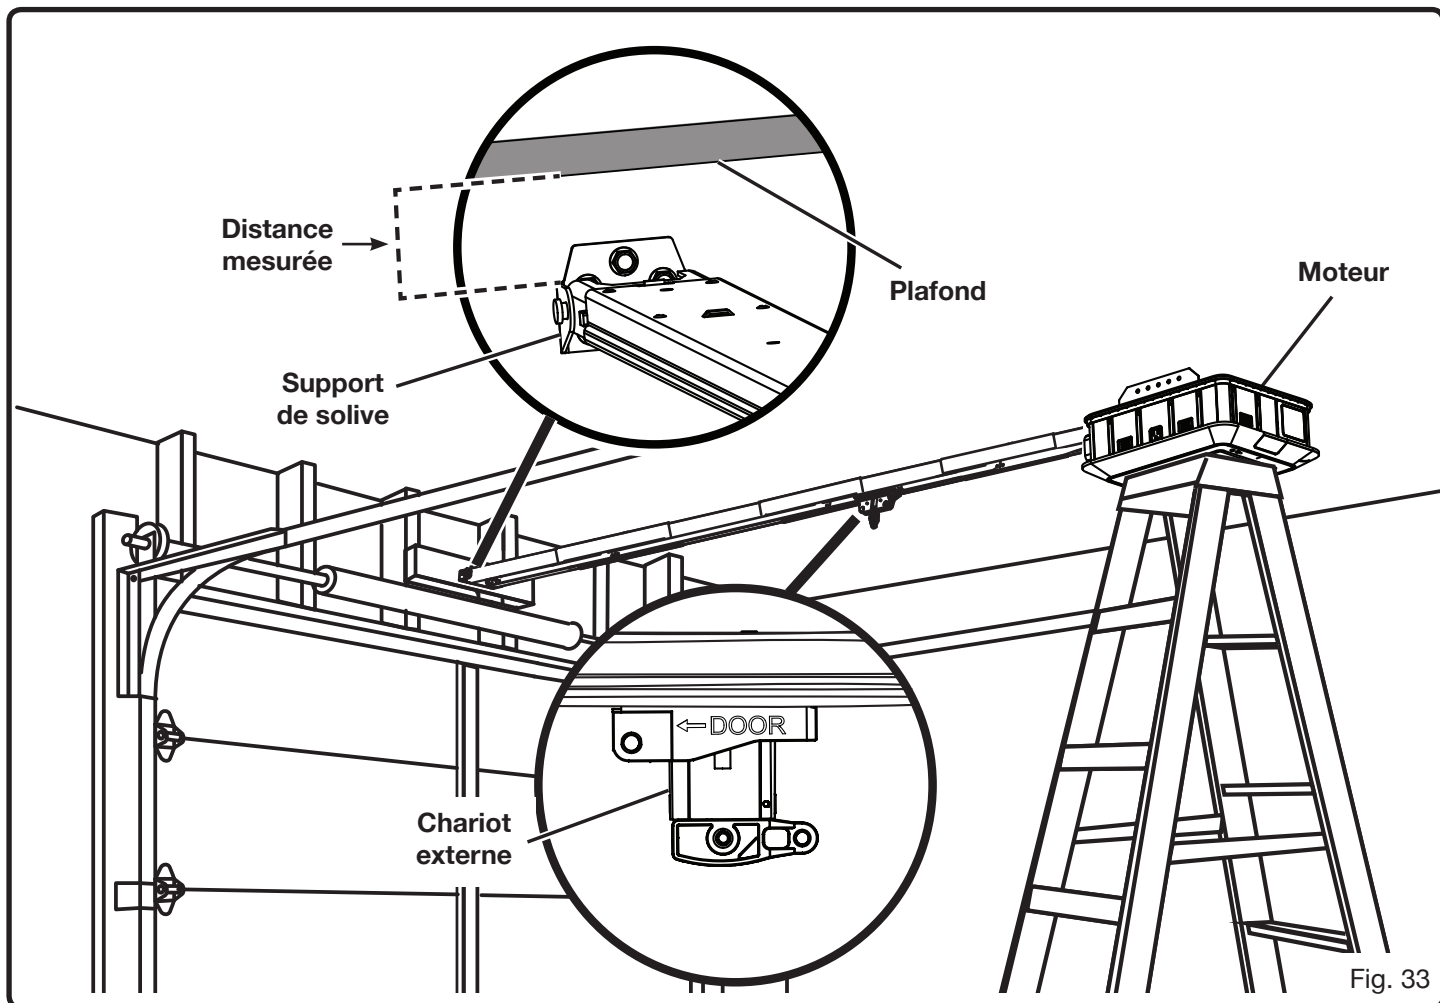

Fig. 33
Voir les figures 33 à 38.
**NOTE :** Les traverses fixées en diagonale doivent être coupées plus longues que la distance verticale mesurée à la figure 33.